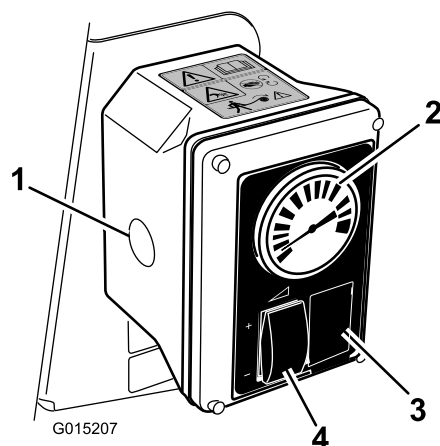

Figura 13
6. Ajuste o interruptor de controlo da velocidade para aumentar ou diminuir a pressão, como figura no indicador de pressão, para a afinação pretendida (Figura 13).